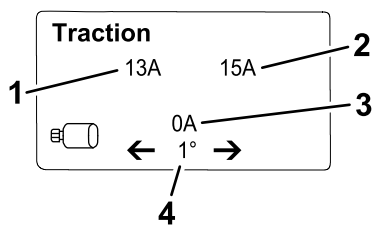

Figure 22
- **Écran d'information de déplacement** (Figure 22) : indique l'angle de braquage et l'intensité attribués à chaque moteur de traction.